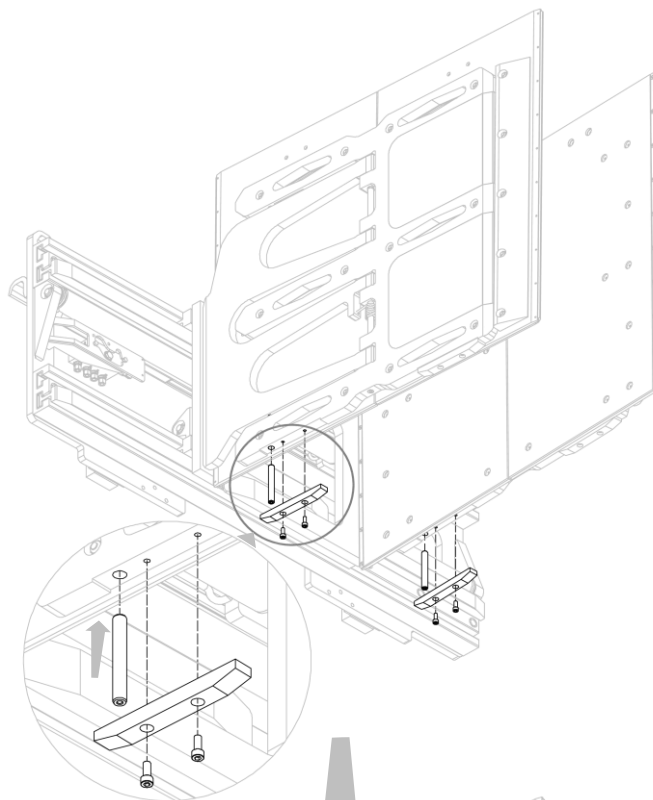
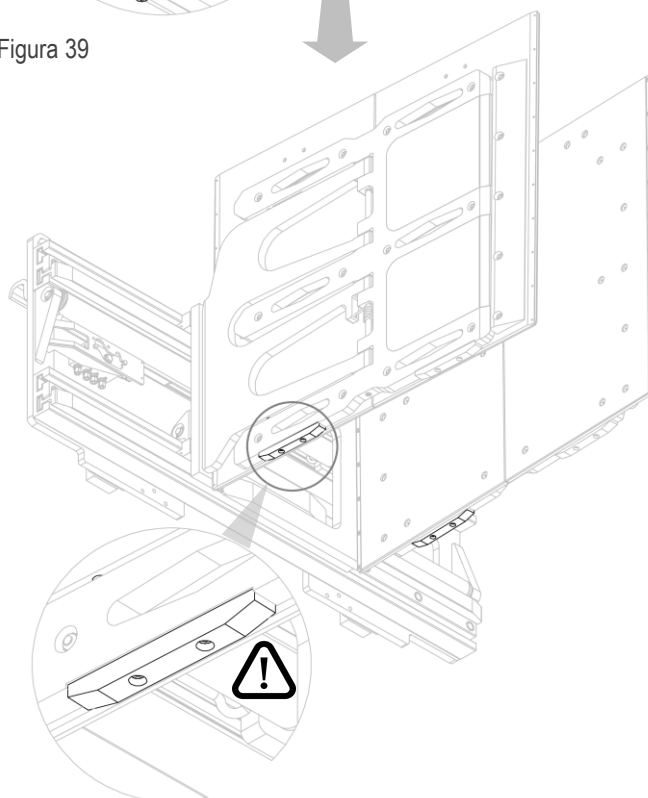

Figura 39
Figura 40
3. Inserire, uno per volta, i perni inferiori di fermo oscillazione, dopo aver temporaneamente rimosso i pattini anti-strisciamento (vedi *Figura 39* e *Figura 40*).